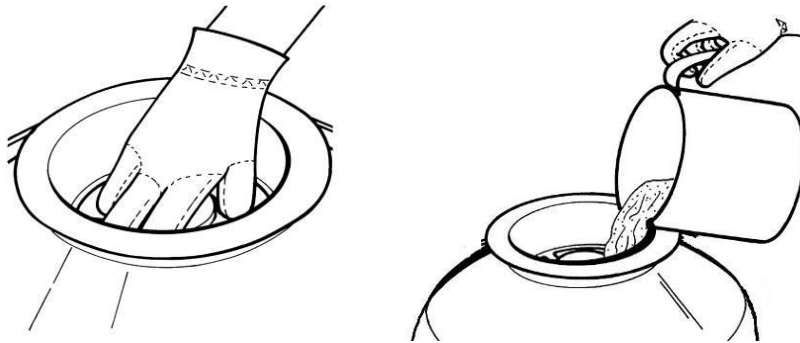

Abb. 4
4. Stellen Sie nun das Ausströmrrohr mit dem unteren Filtertopf von oben in den Poolfilterbehälter ein. Dann legen Sie den Einfülltrichter auf die obere Öffnung des Behälters. Befüllen Sie nun den Behälter mit Quarzsand oder mit BEASAN-Filterbällen (SPF 180 und SPF 250 F Sandgewicht 13 kg oder 350 g BEASAN-Filterbälle / SPF 370 F Sandgewicht 25 kg oder 700 g BEASAN-Filterbälle). Achten Sie darauf, dass kein Sand in das Ausströmrrohr gelangt. (Abb. 4)